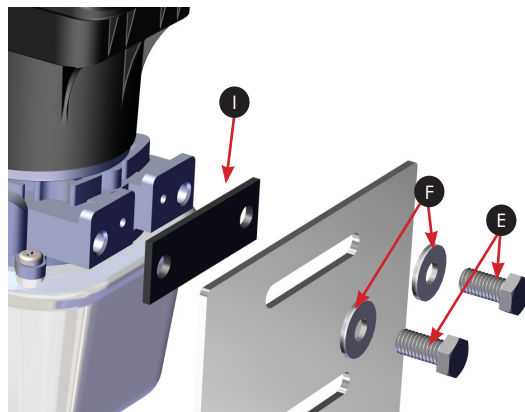

Figure 5
REMARQUE : Assurez-vous de laisser suffisamment d'espace autour de la pompe hydraulique pour passer les (2) boulons de 3/8 po x 3/4 po **E** à travers le support de montage et dans la pompe hydraulique. **FIG. 5**
6. Une fois le support fixé, utilisez une clé de 9/16 po pour attacher la pompe hydraulique à son support à l'aide des (2) boulons de 3/8 po x 3/4 po **E**, des (2) rondelles neo-bond 3/8 po **F** et du (1) joint de pompe en caoutchouc **I**. **FIG. 5**
9. Installez les (2) connecteurs à cosses annulaires **J** à l'aide de pinces à dénuder et de pinces à sertir.
10. Faites chauffer les (2) connecteurs à cosses annulaires **J** avec un pistolet thermique jusqu'à ce que leur gaine respective se rétracte complètement et adhère aux fils.